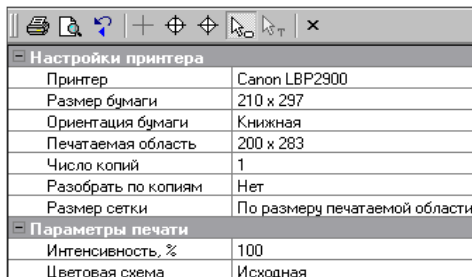

Рис. 15.7
- В окне параметров задайте необходимые параметры (рис. 15.7).